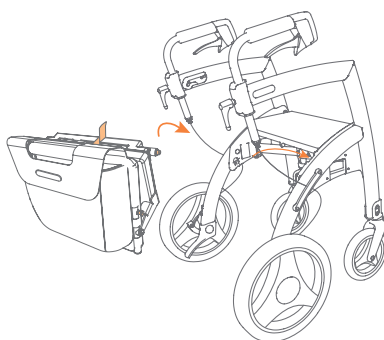

Figure 30: Fixation du paquet de fauteuil roulant.
- Soulevez la poignée rouge avec votre autre main pour rétracter les boulons de verrouillage (**Figure 30**).